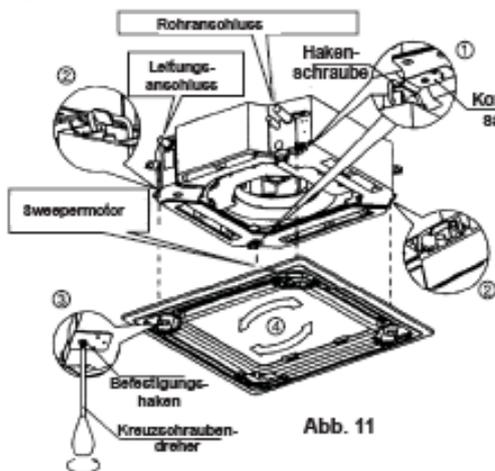

Abb. 11
(3) Installation des Gitters
- Richten Sie den Swepermotor auf dem Gitter in Richtung der Leitungsanschlüsse am Gehäuse aus. (Siehe Abb. 11)
- Befestigen Sie den Motor mit Hilfe der Haken am Gitter und die andere Seite mit den Haken an dem entsprechenden Kondensatsammler. (Siehe Abb. 11(1)) Hängen Sie dann die anderen beiden Haken an den entsprechenden Stellen des Gehäuses ein. (Siehe Abb. 11(2))
- Stellen Sie die vier Hakenschrauben so ein, dass das Gitter horizontal ausgerichtet ist und ziehen Sie sie dann gleichmäßig in Richtung Zwischendecke fest. (Siehe Abb. 11(3))
- Drehen Sie das Gitter in Richtung der Pfeile in Abb. 11(4), um den Mittelpunkt der Frontplatte zum Mittelpunkt der Deckenöffnung auszurichten. Stellen Sie sicher, dass die Haken in allen vier Ecken fest angezogen sind.